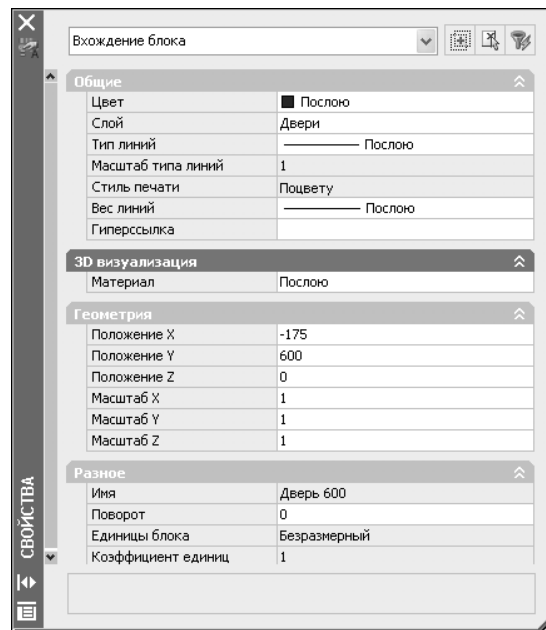

Рис. 7.19 ▼ Палитра **Свойства** (Properties), используемая для просмотра свойств ссылки на блок
- На экране появится палитра **Свойства** (Properties). Щелкните на одном из вставленных в чертеж блоков. В палитре **Свойства** (Properties) появятся сведения о выделенном блоке (рис. 7.19), подобные тем, которые отображались в текстовом окне AutoCAD при использовании инструмента **Список** (List). Обратите внимание на то, что в верхней части панели отображается тип выбранного объекта (в данном случае – **Вхождение блока** (Block Reference)).